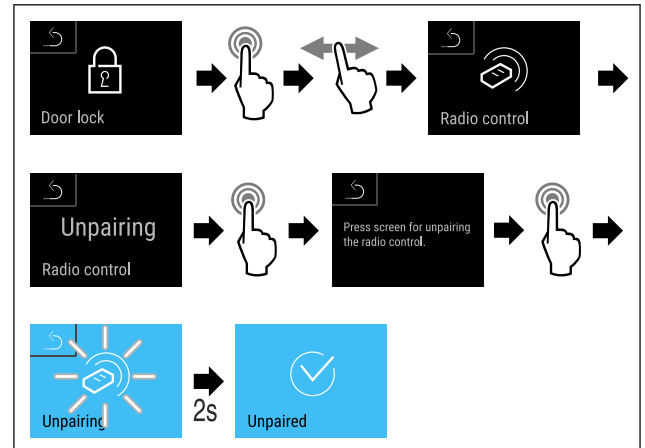

Fig. 102
- ▶ Seguir los pasos de procedimiento (consulte Fig. 102) .